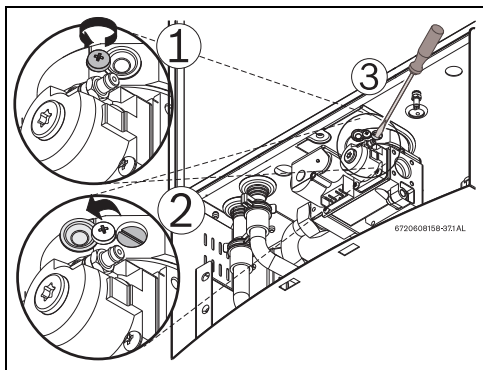

Fig. 53 *Regolazione di CO2 nel programma P1*
- ▶ Allentare la vite a croce con sigillo giallo (Fig. 53, pos. 1) e spostare il tappo di protezione (Fig. 53, pos. 2) per poter rendere visibile la vite di regolazione.
- Inserire il tappo di protezione nella posizione iniziale e stringere la vite a croce (Fig. 53).